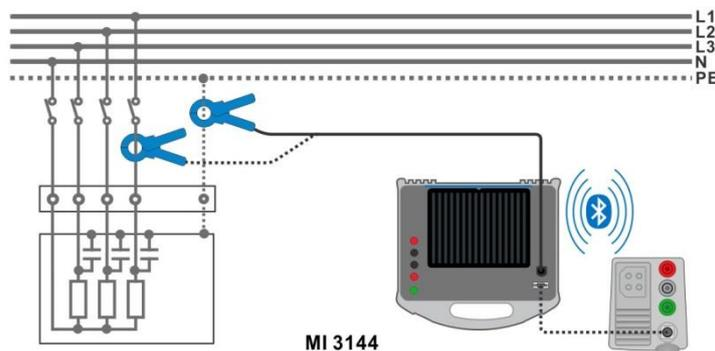

Abbildung 7.34: Stromzangenmessung
- › Umschlingen Sie das Messobjekt mit der Stromzange. Siehe **Abbildung 7.34**